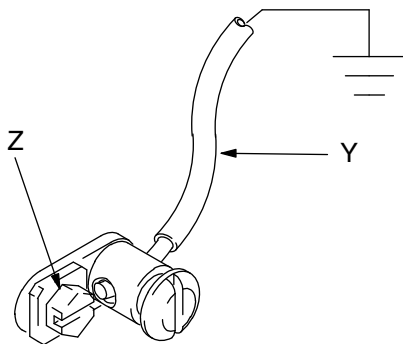

Рис. 1
Насос. Используйте провод и зажим заземления, показанные на Рис. 1.
Заземление насоса. Снимите винт заземления (Z) и вставьте в проушину кольцевого зажима на конце провода заземления (Y). Прикрутите винт заземления обратно к насосу и надежно затяните его. Подсоедините второй конец провода заземления к точке фактического заземления. См. Рис. 1. Для заказа провода заземления и зажима указывайте в заказе арт. № 222011.